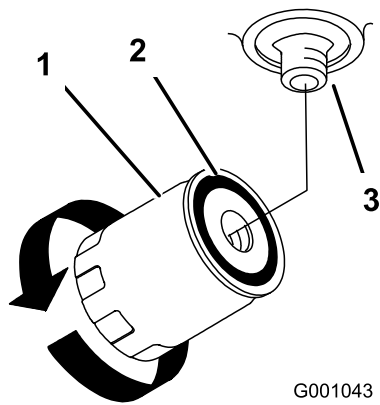

Figura 75
4. Retire o filtro antigo e limpe a superfície da junta do adaptador do filtro (Figura 75).
7. Rode o filtro de óleo hidráulico no sentido dos ponteiros do relógio até que a junta de borracha toque no adaptador do filtro e, em seguida, aperte o filtro mais 1/2 volta (Figura 75).